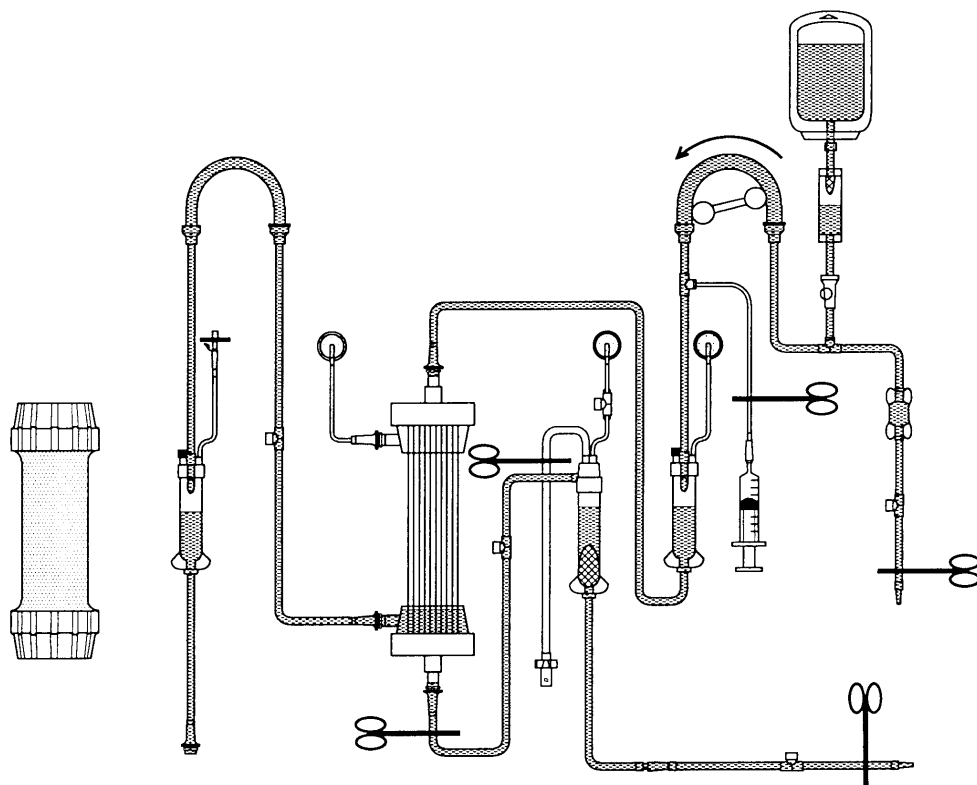

図 17 濾液血漿回路と吸着器の接続
①プライミング・洗浄
7) 血漿分離器の洗浄が終了したら血漿採取ラインのドリップチャンバーに1/2程度、さらに回路先端まで充填し、血漿吸着器の血漿入口側と接続する(図 17)。血漿出口側と血漿回収ラインを接続し、血液ポンプを回転させ吸着器の洗浄を行う。フラッシング操作を行い気泡除去を充分に行う。